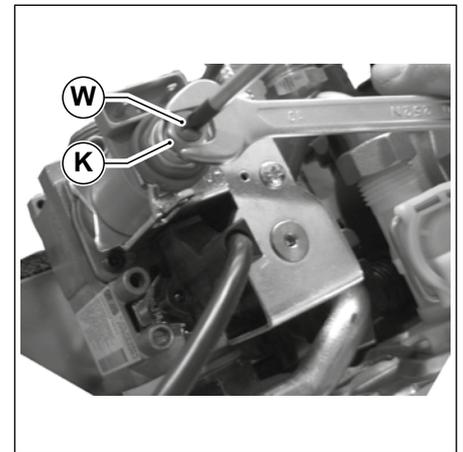

Fig. 49 Réglage de la vanne gaz
- En tournant dans les sens DES AIGUILLES D'UNE MONTRE l'écrou **K** (voir Fig. 49 Réglage de la vanne gaz) la pression aux injecteurs augmente, en tournant dans le sens INVERSE DES AIGUILLES D'UNE MONTRE la pression aux injecteurs diminue.
- Pour régler la valeur de la pression, en maintenant bloqué l'écrou **K** avec une clé de 10 mm, tournez la vis **W** dans le sens DES AIGUILLES D'UNE MONTRE pour augmenter la pression, dans le sens INVERSE DES AIGUILLES D'UNE MONTRE pour la diminuer (voir Fig. 49 Réglage de la vanne gaz).